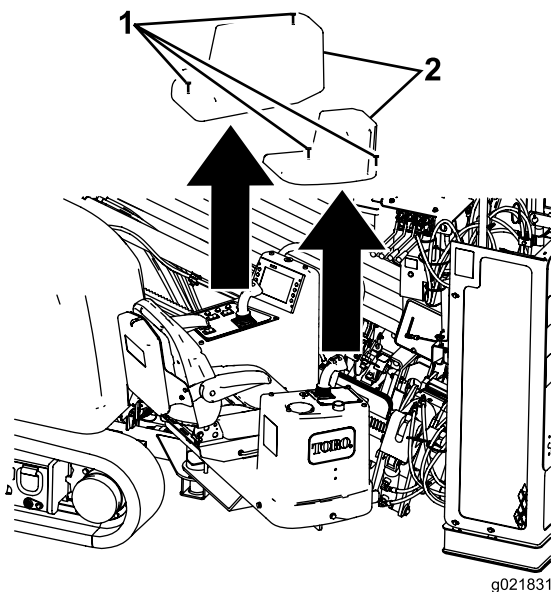

Figura 75
- Solte os 4 parafusos de fixação das tampas sobre os consoles de operador e retire as tampas (Figura 75).